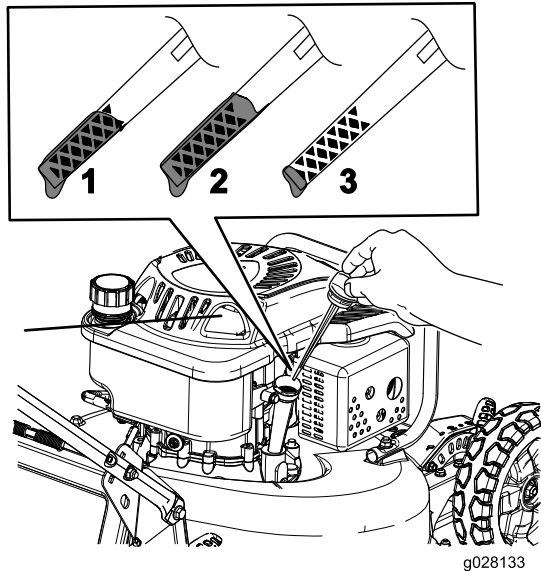

Figura 20
8. Retire la varilla y compruebe el nivel de aceite en la misma (Figura 20).